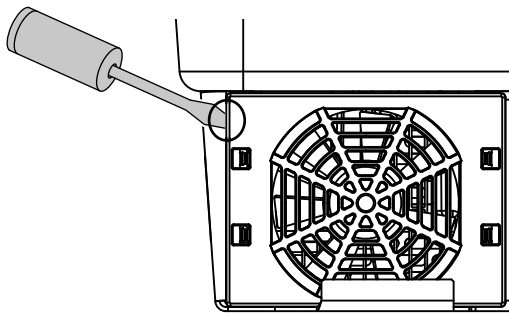

Abb. 63: Lüftergitter lösen
3. Mit einem zweiten Schraubendreher die Befestigungslaschen zur Lüftermitte drücken. Lüftereinheit leicht hervorziehen.  **Abb. 63**